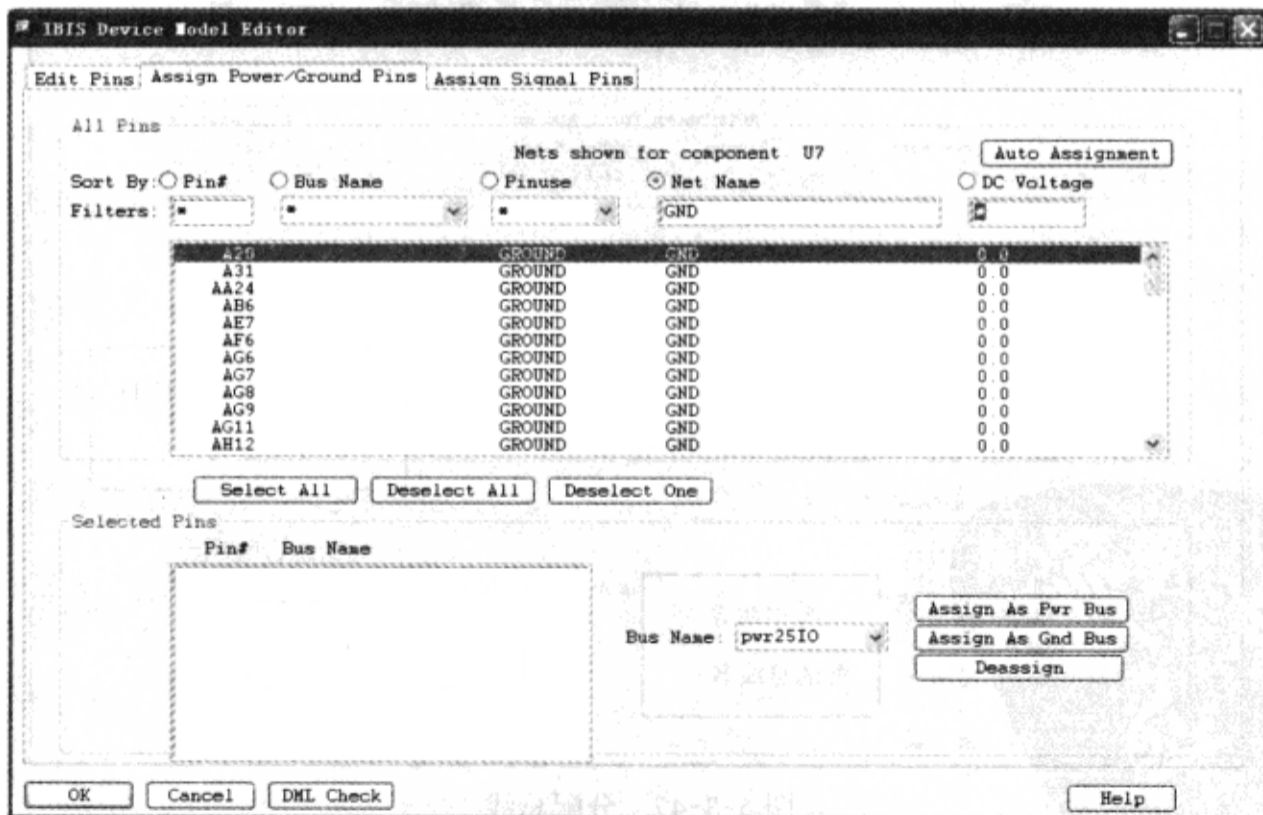

图 5-3-49 选择地网络
(1) 在“Net Name”栏输入“GND”并按“Tab”键，显示那些网络，如图 5-3-49 所示。因为 PCB 有一个公共地，需要定义一个地总线。